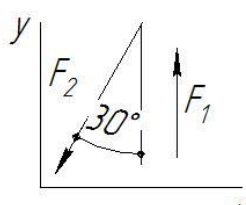

Рисунок 3
- в) рисунок 3
3. рис.3	в) сжатие